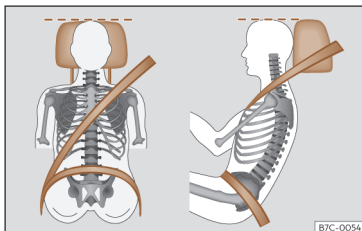

Fig. 32 Sangle bien ajustée et appuie-tête correctement réglé.
- Réglez l'appuie-tête de manière à ce que son bord supérieur soit, dans la mesure du possible, à la même hauteur que la partie supérieure de votre tête, et au moins à la hauteur de vos yeux¹⁾. Gardez la nuque le plus près possible de l'appuie-tête >>> **fig. 32**.
- Réglez le siège dans la longueur de manière à pouvoir actionner à fond les pédales avec les genoux légèrement fléchis et de manière à laisser une distance d'au moins 10 cm (4 pouces) entre les genoux et le tableau de bord >>> **fig. 32**.